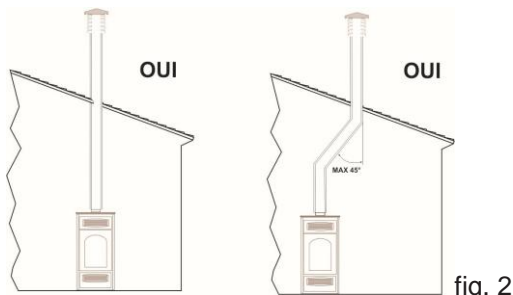

fig. 2
- la section interne doit être uniforme et de préférence circulaire : les sections carrées ou rectangulaires doivent avoir des angles arrondis avec un rayon non inférieur à 20 mm ; un rapport maximum entre les côtés de 1,5 ; des parois les plus lisses possible et sans rétrécissement ; des courbes régulières et sans discontinuité ou déviation par rapport à l'axe non supérieures à 45° (fig. 2) ;